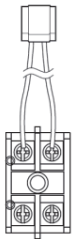

Fig.1
- 1 Găsiți kitul cu blocul de conexiuni al încălzitorului de rezervă (Fig. 1).